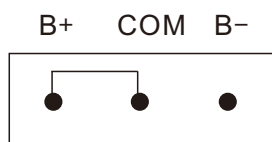

图2
4.1.2 COM与B+相接(如图2所示)，同时R1、R2继电器线圈为正极控制。